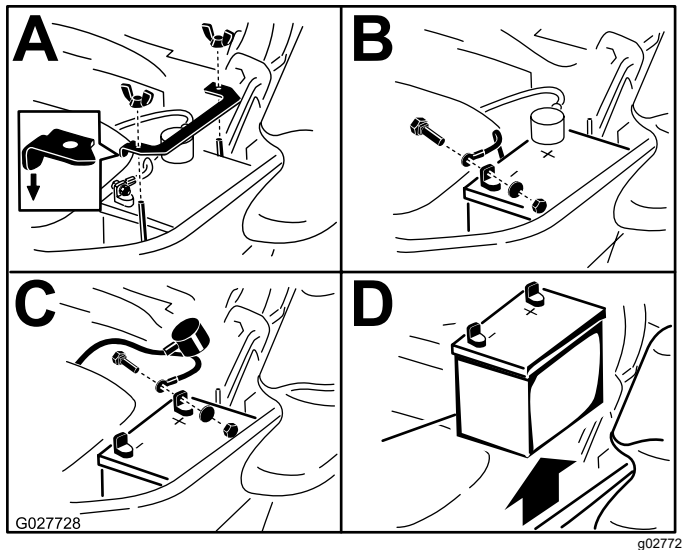

Figure 53
3. Retirez la batterie, comme montré à la Figure 53.